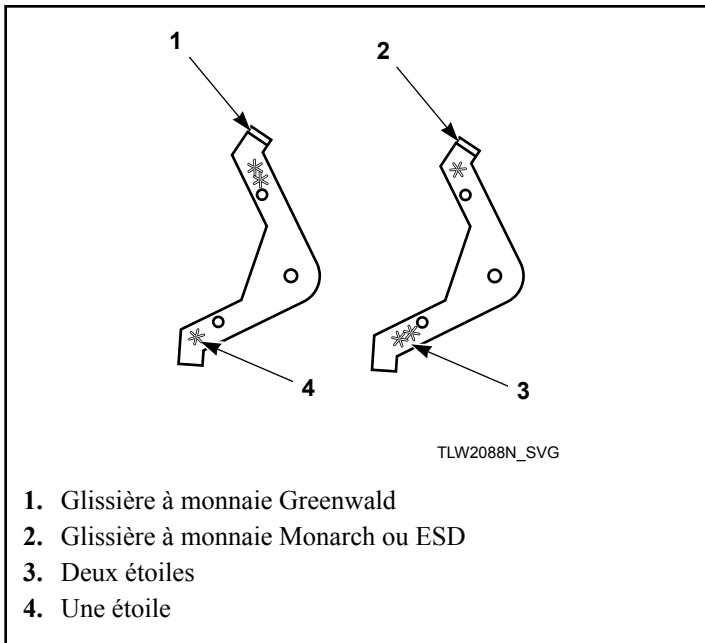

Figure 30
2. Si l'on installe une glissière de monnaie Greenwald, placer le levier d'extension (devant être installé sur le support d'extension) alors que le bras doté d'une étoile est orienté vers le bas. Voir la *Figure 30*.
3. Si l'on installe une glissière de monnaie Monarch ou ESD, placer le levier de manière à ce que le bras doté de deux étoiles soit orienté vers le bas. Voir la *Figure 30*.